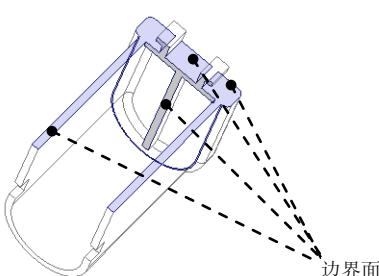

图 9.10 定义边界面（一）
① 按住 Shift 键，选取图 9.10 所示的参考模型的四个曲面为边界面，此时图 9.10 中所示的边界面会加亮。